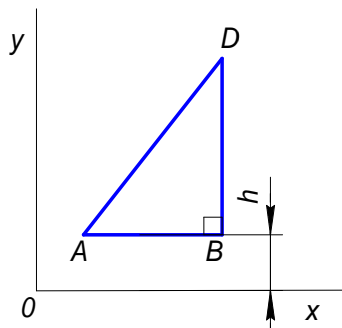

Рис.1.34
1.42. При каком расстоянии h от однородной пластины ABD до оси Ox координата y_C центра тяжести пластины равна $0,3$ м, если $BD = 0,3$ м (рис.1.34)